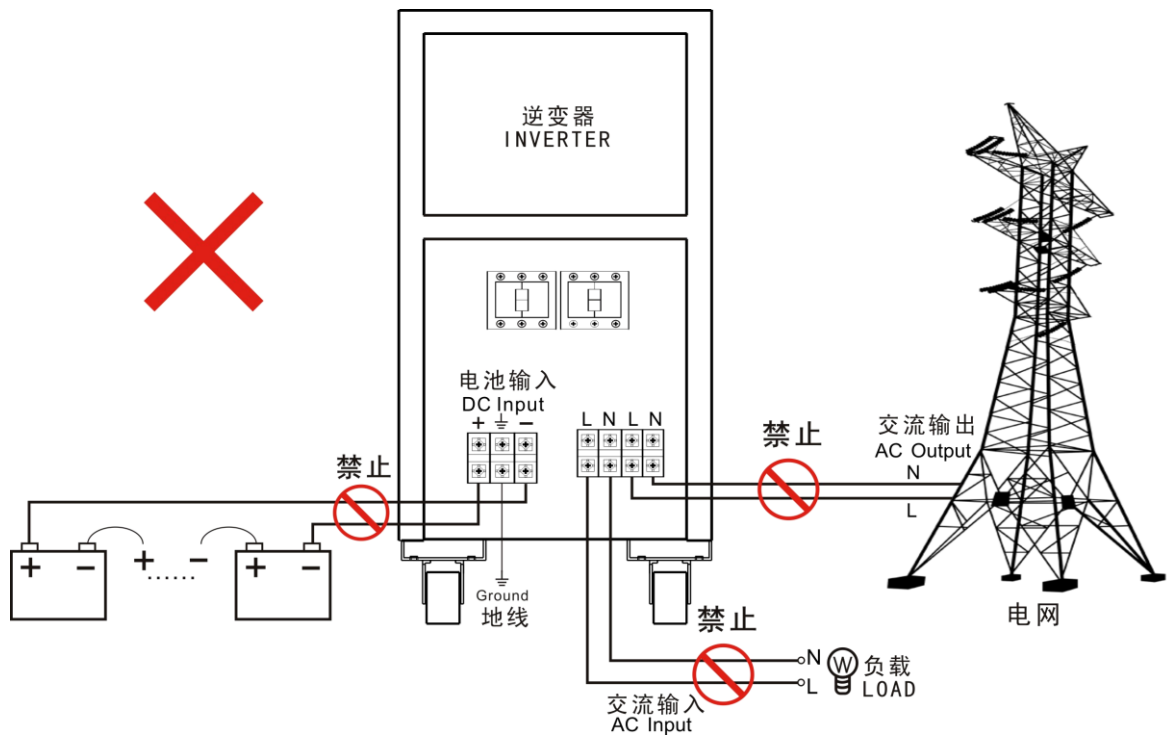

图 1-1
- (6) 接线端子与电线必须牢固连接，接触不良可能导致逆变器损坏。
- (7) 为安全起见，逆变器须可靠接地。
- (8) 严禁电池正负极反接，否则将造成变器损坏，如图 1-1 严禁交流输入与交流输出反接：